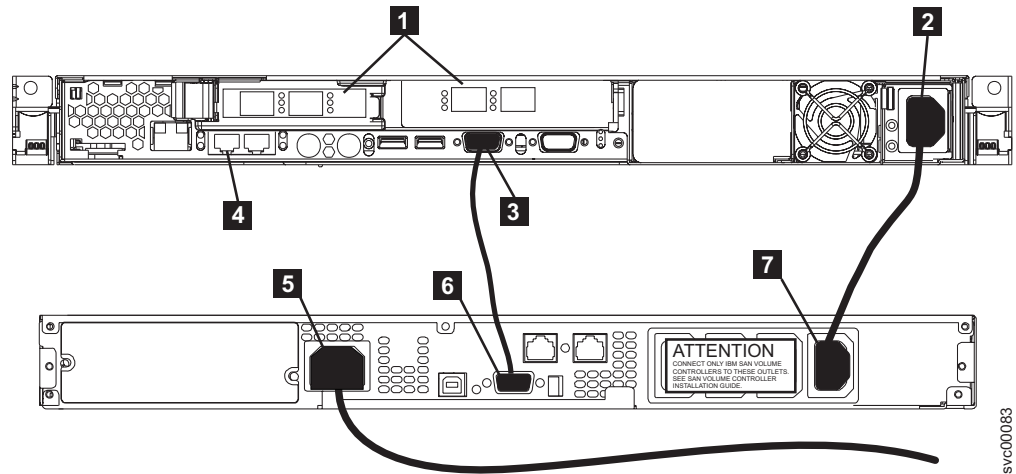

図 43. SAN ボリューム・コントローラー 2145-8F2 の電源ケーブルを 2145 UPS-1Uに接続します。
1. SAN ボリューム・コントローラー 2145-8F2 または SAN ボリューム・コントローラー 2145-8F4 の背面で、電源/シリアル複合ケーブルを、電源コネクタ **2** に接続してください。53 ページの図 43 を参照してください。